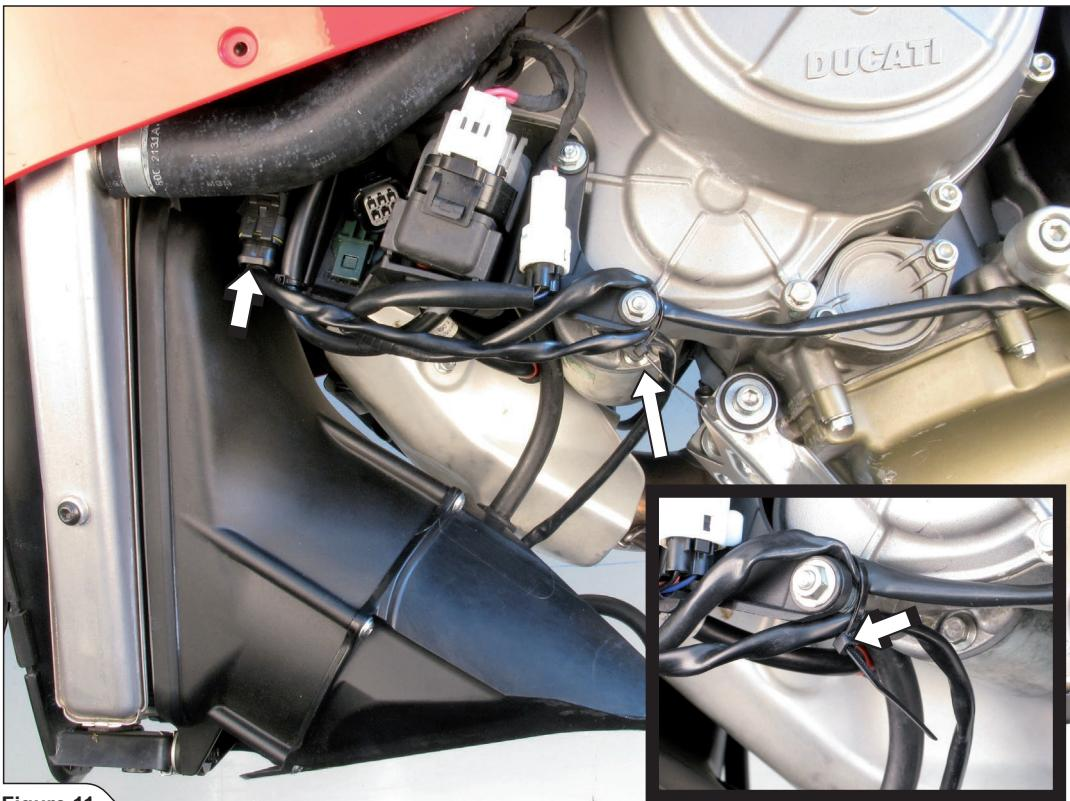

Figure 11
7. 冷却ファンのコネクターを再び接続し、Akrapovič取り付けキット内のクランプを使用して電気ケーブルを図のように固定します（図 11）。